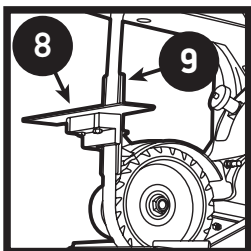

Figura 6
12. Ajuste la mesa de la sierra con dos pernos a la placa vertical. (Figura 6).